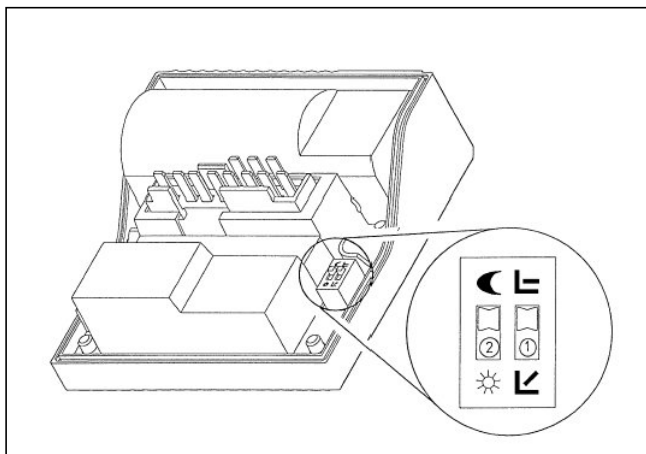

Рис. 3.3 ДИП-переключатель в крышке клеммной коробки
- Установите ДИП-переключатель 2 (рис. 3.3) в крышке клеммной коробки на символ .
- Установите ДИП-переключатель 2 (рис. 3.3) на символ , чтобы отключить ночное понижение температуры.